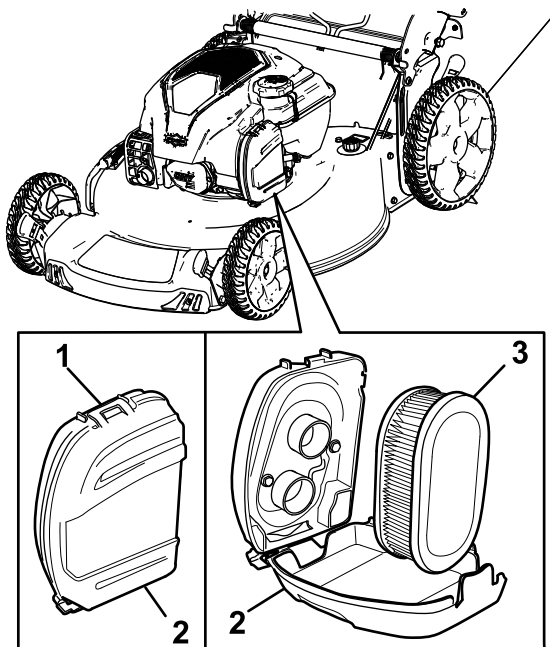

Figure 25
1. Déclipsez le haut du couvercle du filtre à air (Figure 25).
2. Retirez le filtre à air (Figure 25).